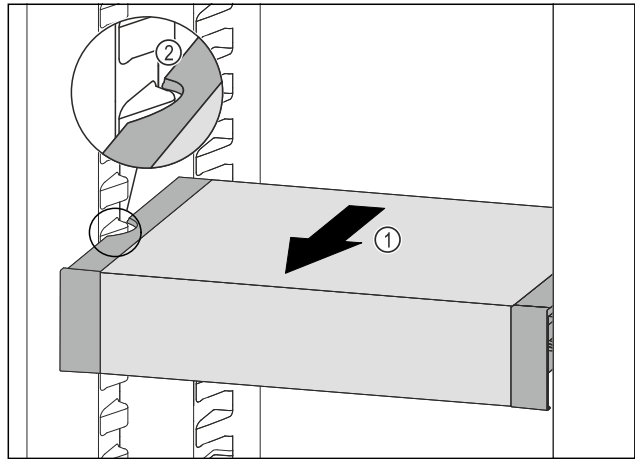

Fig. 134
- VarioSafe nach vorne ziehen Fig. 134 (1), bis sich die seitlichen Aussparungen des VarioSafes auf Höhe der Behälterrippe im Kühlteil befinden. Fig. 134 (2)